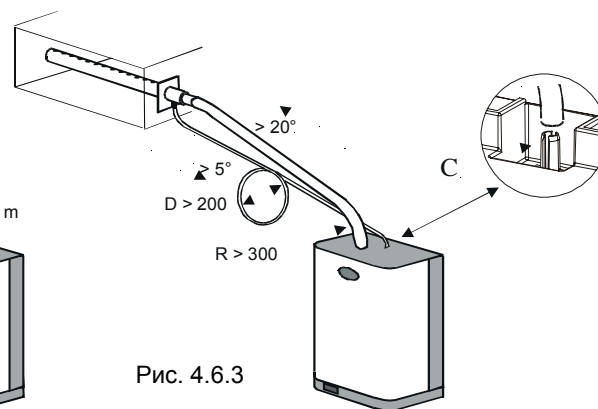

Рис. 4.6.3
2. Для короткой прокладки (менее 2 м) сгиб радиусом не менее 300 мм, далее подъем вверх под углом не менее 20° (см. Рис. 4.6.3).
Если позволяет расстояние до распределителя, трубку можно подсоединить к патрубку C (входит в комплект поставки), который привинчивается сверху увлажнителя для слива конденсата обратно в паровой цилиндр (см. Рис.4.6.3).